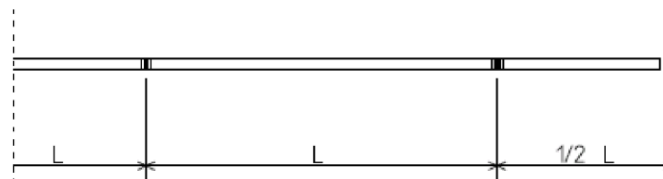

Figure 2 – Gouttières ou chéneaux de toitures à un ou deux versants (L défini au tableau 3)
2.3.2. Cas des gouttières et chéneaux (cf. figures 2, 3, 4, 5 et 6)